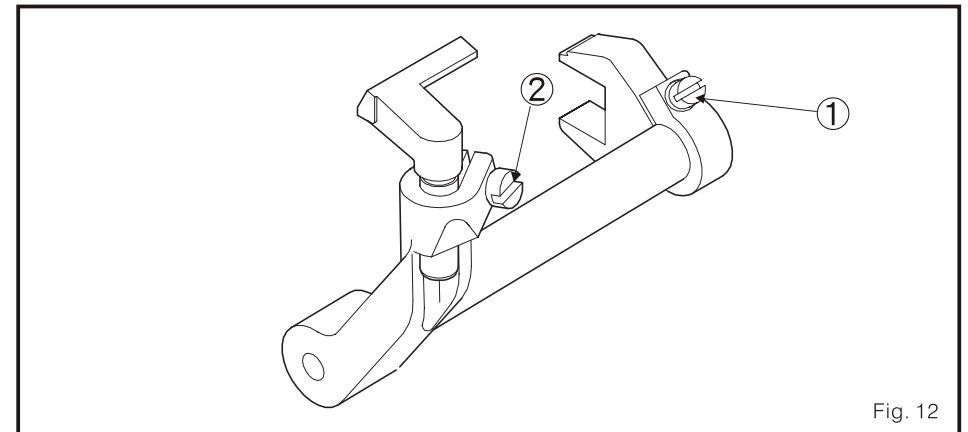

Fig. 12
- (2) solta os parafusos 1 e 2 ajustar as posições corretamente como se faz menções de dele previamente. (Fig. 12)